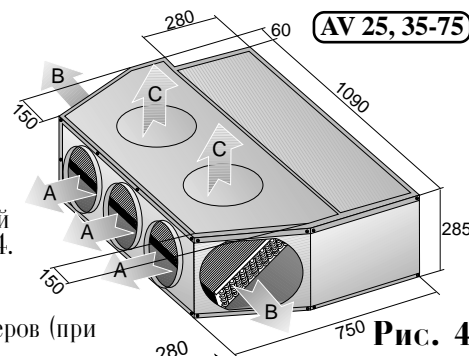

Рис. 4
Внутренний агрегат может быть либо подвешен к потолку, либо установлен на твердой (бетонной или другой) поверхности. Размеры внутреннего агрегата приведены на рис. 4.
- Установите положения четырех монтажных кронштейнов ④ и отметьте места анкеров (при помощи шаблона, прилагаемого к агрегату). См. рис. 4а.
2. Отметьте на потолке положения четырех монтажных отверстий согласно рис. 4. Воспользуйтесь для этой цели шаблоном, прилагаемым к агрегату. Закрепите соединительные детали ① и ② (см. рис. 4а) в четырех точках, отмеченных на потолке. Если не удается воспользоваться деталями ②, используйте вместо этого детали ③. Не используйте соединительные детали ① вместо деталей ③.
6. Установите четыре винта ⑤ (см. рис. 4а), чтобы закрепить монтажные крючки на агрегате.
Примечание. Воздухоочистительная решетка установлена на задней стороне агрегата. Если этого требуют условия установки агрегата, решетка легко может быть перемещена на его верхнюю (см. рис. 4а) или нижнюю сторону.
Рис. 4а
Рис. 4б